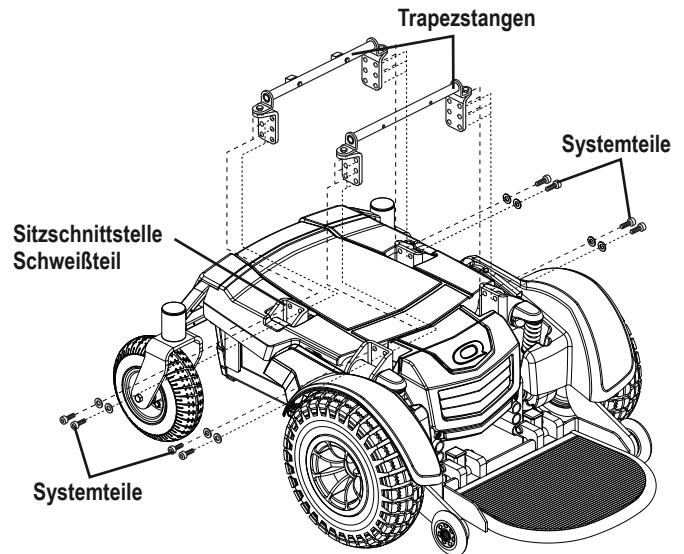

Bild 9. Sitzhöhen- und Winkelverstellung
7. Entfernen Sie die Verbindungen zwischen Trapezstangen und Sitzschnittstelle. **Siehe Bild 9.**